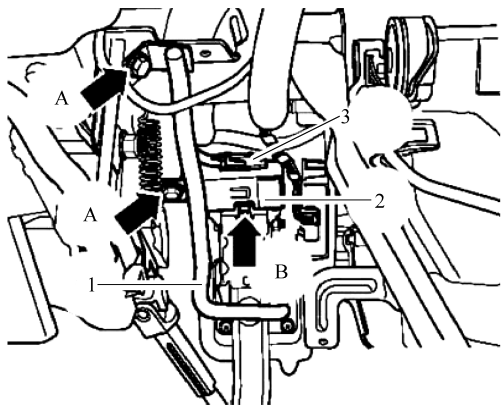

图 5-4-31 进入及起动许可控制单元
① 关闭点火开关和所有用电器，拔出点火钥匙。
② 拆卸驾驶人侧仪表板下饰板。
③ 拆卸左侧脚部空间出风口。
④ 旋出螺栓并取出脚部出风口。
⑤ 旋出螺栓(箭头 A)，取下防撞杆 1。
⑥ 按压卡子，松开锁止件以拔下插头 3。
⑦ 按压卡子(箭头 B)并取出连同壳体的进入及起动许可控制单元 J518(2)，如图 5-4-31 所示。